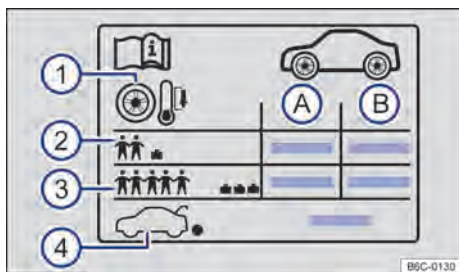

Fig. 194 Etiqueta com as pressões dos pneus.
Indicações na etiqueta de pressão dos pneus → Fig. 194:
- Adequar a pressão dos pneus sempre à condição de carga do veículo → Fig. 194 (3).